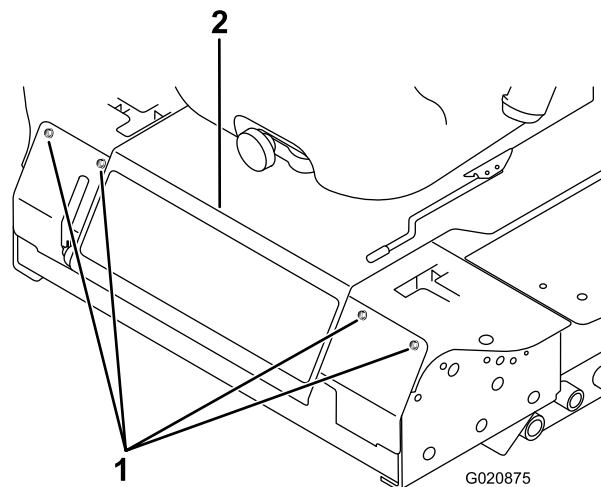

図 52
3. 前パネルを止めているボルトを外して前パネルを外す(図 52)。